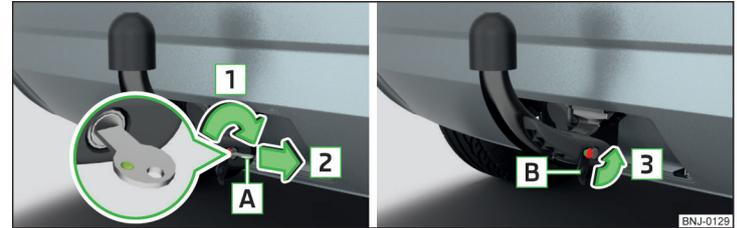

Fig. 156 Bloquear la cerradura y retirar la llave/ Introducir la tapa en la cerradura
- Gire la llave **[A]** en el sentido de la flecha **[1]** de manera que la marca verde muestra hacia arriba » fig. 156.